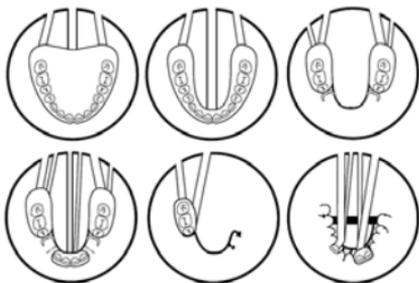

Figure 1. Techniques de coulée
- a. Créer ou placer des orifices de coulée dans le moule d'hydrocolloïde ou de silicone, comme dans la figure 1.